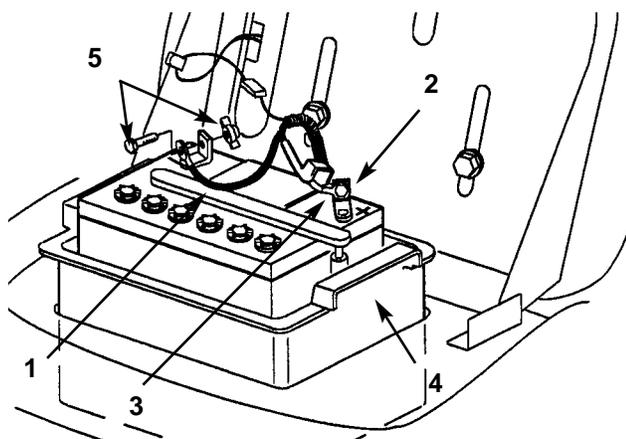

Bild 20
- Das Minus (-)-Kabel (schwarz) vom Batteriepol abklemmen (Bild 20).
- Die Gummikappe vom Plus (+)-Pol entfernen. Das Plus (+)-Kabel (rot) vom Batteriepol abklemmen (Bild 20).
- Das Plus (+)-Kabel (rot) mit Schraube und Flügelmutter am Plus (+)-Pol der Batterie anklemmen (Bild 20). Die Gummikappe über den Batteriepol stülpen.
- Das Minus (-)-Kabel (schwarz) mit Schraube und Flügelmutter am Minus (-)-Pol der Batterie anklemmen (Bild 20).